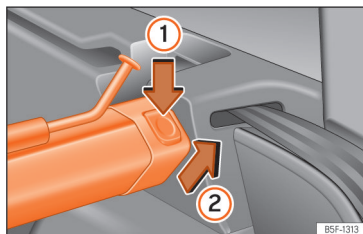

Fig. 185 Na bagageira: desmontar a rede de separação.
- Pressione o botão de desbloqueio esquerdo ou direito >>> Fig. 185 ① no sentido da seta ①.
- Retire a carcaça do suporte no sentido da seta >>> Fig. 185 ②.
- Pressione a carcaça nos suportes esquerdo e direito no sentido contrário ao da seta >>> Fig. 185 ② até que encaixe. As marcas vermelhas dos botões de desbloqueio não se devem ver.